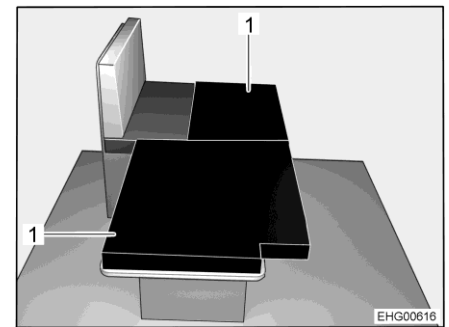

Fig. 63 Después de la transformación
- Colocar los dos cojines adicionales (Fig. 63,1) en la mesa bajada del modo mostrado en la imagen.